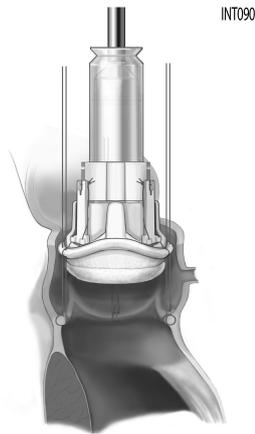

Figura 14
3. Despliegue la válvula en el anillo manteniendo una contracción en las suturas (Figura 14).